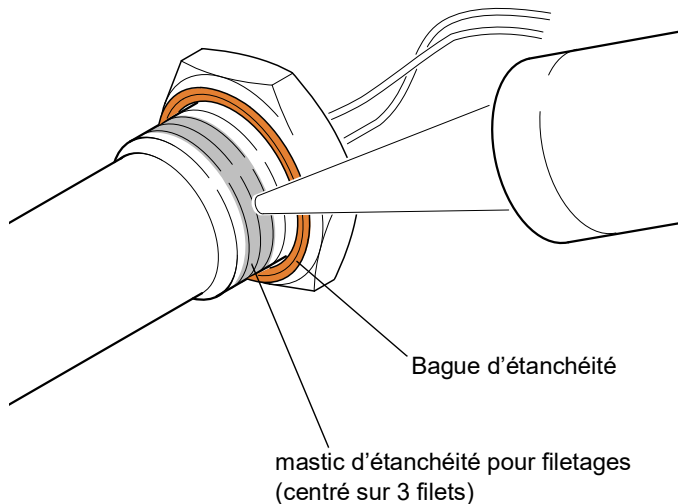

Fig. 806
3. Appliquer le joint de filetage conformément aux instructions de traitement, voir Fig. 806, sur le filetage de la cartouche chauffante (1, Fig. 803, feuille 2) ou du bouchon fileté (3).